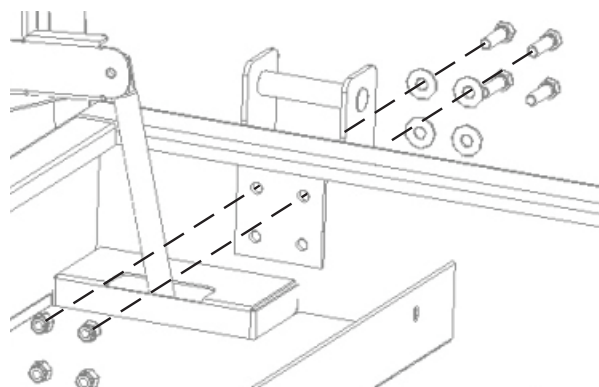

Рис. 3 (показан рояльный ящик)
4. Установите кронштейны с помощью крепежа, как показано на рис. 3, и затяните крепеж на 47 фут- фунтов (6,5 кг-м). Следует прикрепить все четыре кронштейна.